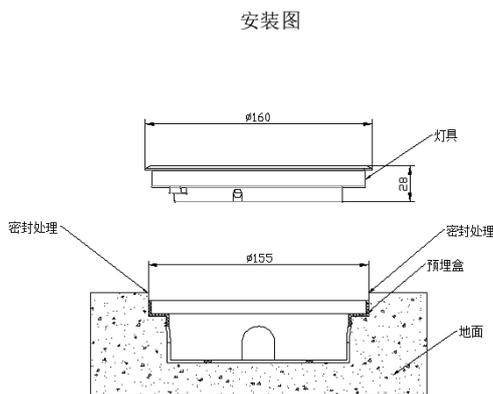

图 45 $\phi 160$ 双向地理标志灯安装示意图
2.3 接线完成后将灯具装入预埋盒内，调整灯具指示方向后用螺钉固定灯具。安装示意图如图 45 所示。